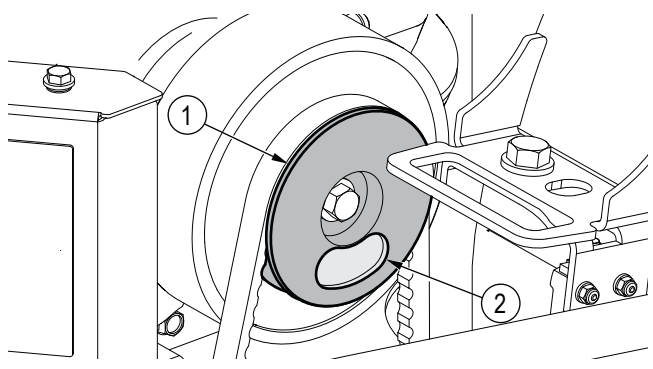

Fig. 67—Volant-moteur d'embrayage
- c. Tourner le volant-moteur jusqu'à ce que l'évidement du volant-moteur se trouve sous l'arbre d'embrayage. Consultez Fig. 67.